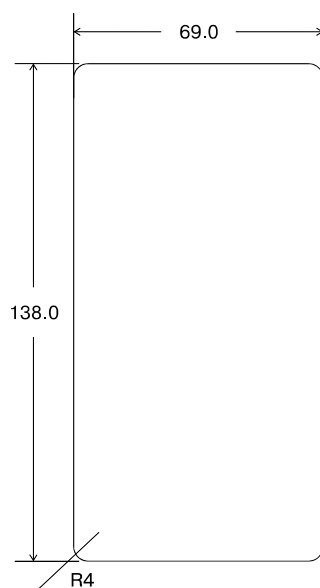

Рис. 6. а).
На Рис. 6 приведена разметка под установку блока ВК-361ТР в щите.
Рис. 6 б).
- Установить вторичный блок в щите. Разметка под установку приведена на *Рис. 6 а)* в разделе 3.